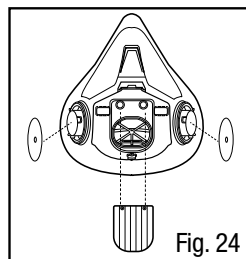

Fig. 24
4. Installer la nouvelle soupape d'exhalation 6583 3M^{MC} en insérant les tiges dans les deux trous jusqu'à ce qu'elles soient visibles de l'intérieur du masque, puis en tirant sur celles-ci jusqu'à ce qu'elles soient bien appuyées et fixées en place (Fig. 24).